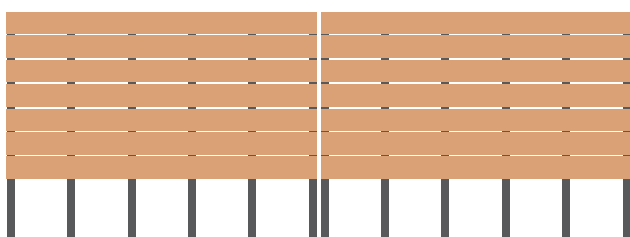

Fig. 1a
**COLOCACIÓN DE LOS BASTIDORES:** La orientación de los bastidores debe respetar las pendientes de desagüe de la superficie de apoyo. En caso contrario los bastidores se deberían levantar y nivelar mediante cuñas niveladoras, así se permitirá un desagüe natural. Donde el proyecto lo requiere también está permitido trabajar con un bastidor de otro material tipo madera tratada, aluminio, hierro galvanizado etc. Recuerde mantener una distancia mínima de 10mm entre las testas de los bastidores y con cualquier elemento fijo tipo pared, muro, etc. En la unión de 2 tablas, siempre se debe colocar 2 bastidores que servirán de apoyo para cada una de las tablas. La entrega de las tablas pueden hacerse de distintas maneras, ver los dos esquemas de colocación (fig.1a y 1b).